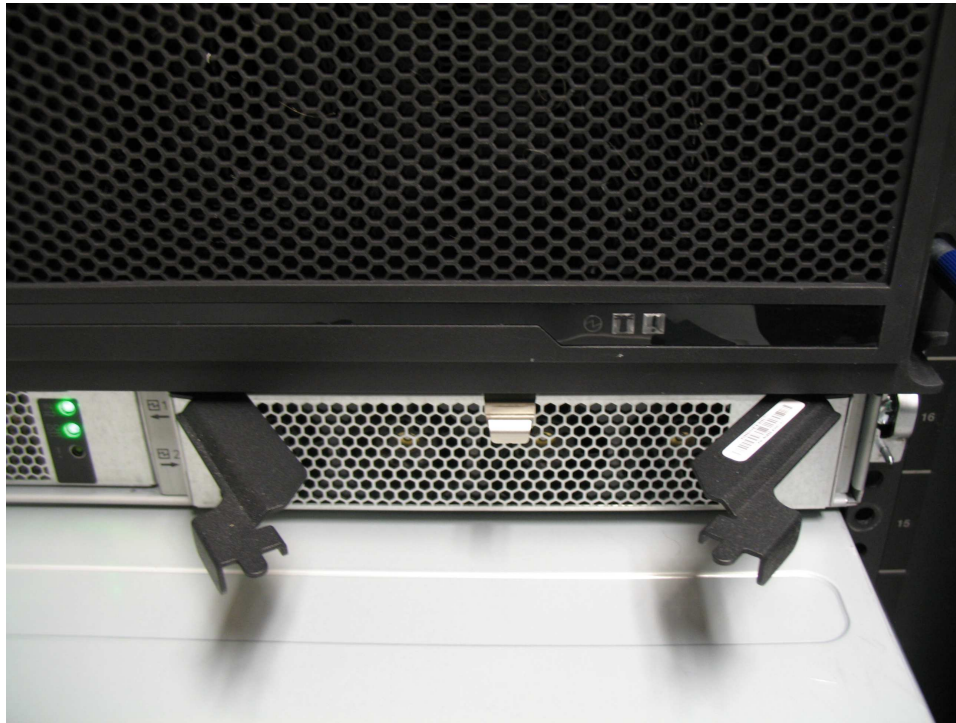

Figura 93. Instale la fuente de alimentación
3. Deslice la PSU hacia adelante en el chasis hasta que quede encajada en su lugar, como se muestra en Figura 93.